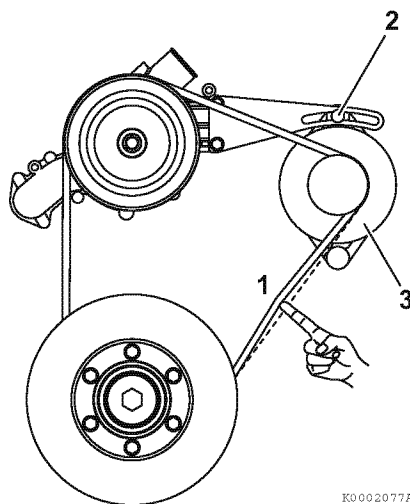

Figura 6
1. Controllo della tensione della cinghia trapezoidale applicando una pressione sul punto medio, (1, **Figura 6**) con un dito, di circa 98 N, 10 kgf (22 libbre forza).
2. Se la flessione risulta fuori limite, procedere alla regolazione della tensione. Allentare il perno di regolazione (2, **Figura 6**) e spostare l'alternatore (3, **Figura 6**) per regolare la tensione della cinghia.
3. Sostituire la cinghia trapezoidale nel caso in cui risulti danneggiata o usurata. Allentare il perno di regolazione (2, **Figura 6**) e spostare l'alternatore (3, **Figura 6**). Rimuovere la cinghia dalle pulegge.
4. Installare una nuova cinghia (**Figura 6**) e regolare la tensione secondo quanto illustrato nella Fase 2.